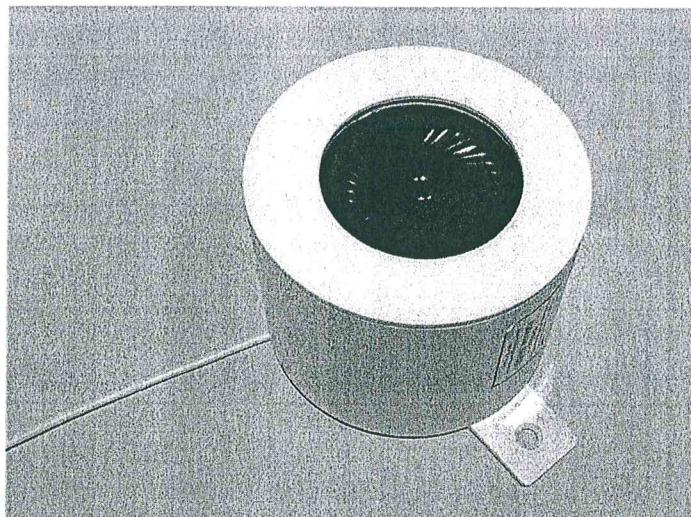

Рисунок 10 – Внешний вид акустических преобразователей «РУПОР».
7.3.10 Акустические преобразователи «РУПОР» предназначены для акустической защиты вентиляционных шахт, дверных тамбуров, подпотолочных пространств и т. п. Внешний вид преобразователей «РУПОР» приведен на рис. 10.